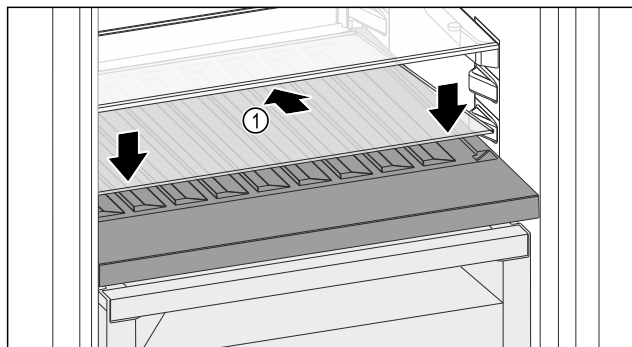

Fig. 84
- Posizionare il ripiano di vetro Fig. 84 (1) inclinato indietro e verso il basso.
- Abbassare la parte anteriore del ripiano di vetro Fig. 84 (1).